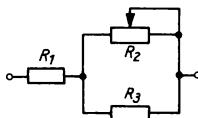

Bild 64
- In der Schaltung nach Bild 64 kann der veränderliche Widerstand R_2 von 0 bis 30Ω stufenlos eingestellt werden. Berechnen Sie, in welchen Grenzen der Ersatzwiderstand liegt, wenn die beiden anderen Widerstände die Werte $R_1 = 10 \Omega$ und $R_3 = 20 \Omega$ haben.